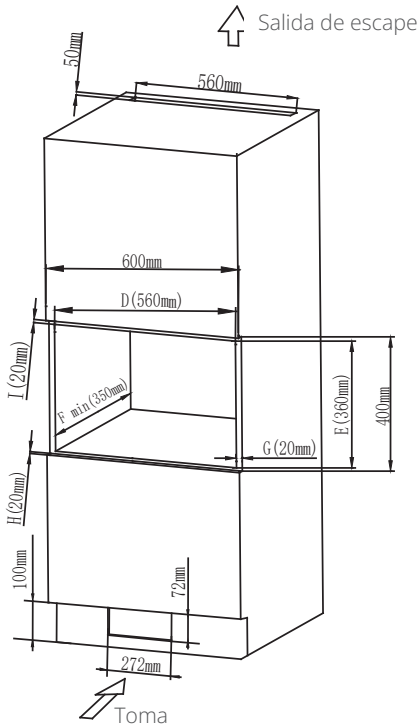

Fig. 5
Tamaño de apertura: (D) 560±2 x (E) 360±2 x (F) 550±2 (mm) como se muestra en la Fig. 5 "D", "E" y "F".